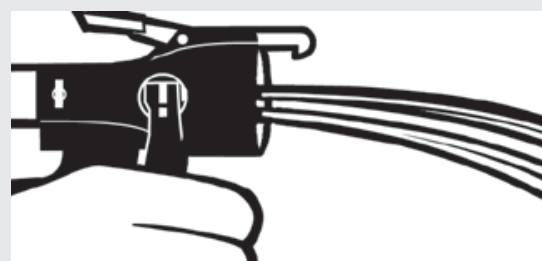

Figure 4.
5. Purger le système dans un contenant à déchet en activant le déclencheur du Distributeur INSTA-FLOMC. Lorsque les jets sont égaux, relâcher le déclencheur, nettoyer les traces de produit chimique de la face du distributeur avec un chiffon propre et appliquer une nouvelle couche de gelée de pétrole. (Voir figure 4)